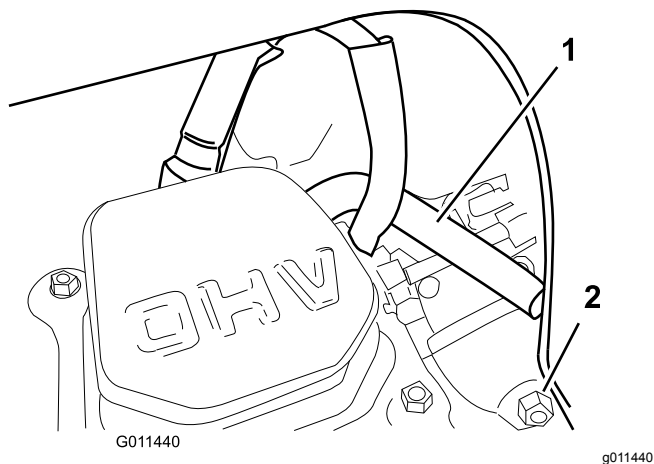

**Figure 27**
11. Réglez l'écartement des électrodes à 0,76 mm (0,030 po), comme montré à la Figure 27.